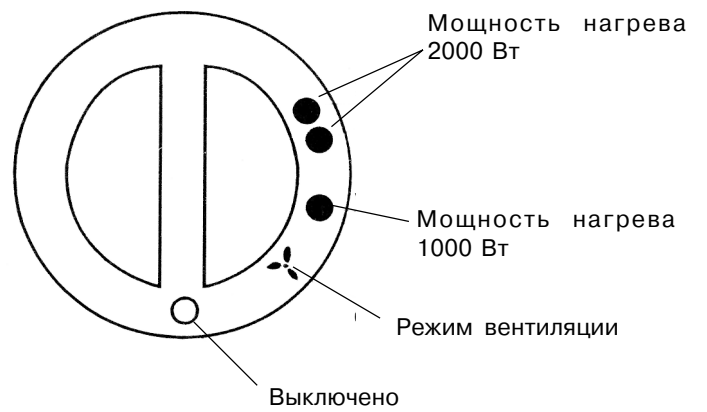
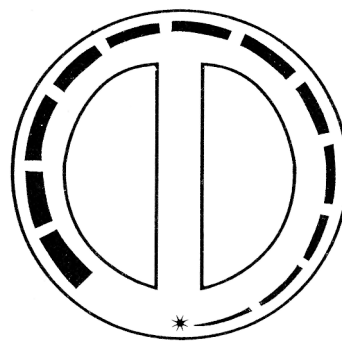

Рис. 4
Рис. 5
- Тепловентилятор САСНОУ оснащён 4-х позиционным переключателем - “Выключено”/ “Вентиляция”/ “Мощность нагрева 1000 Вт”/ “Мощность нагрева 2000 Вт” (рисунок 4) и регулятором термостата (рисунок 5).
- Выбор требуемого режима работы выполняется поворотом переключателя режимов (рис. 4) против часовой стрелки. Выберите желаемую мощность нагрева (●, ●●). Система управления также предусматривает режим вентиляции без нагрева, задание которого выполняется установкой переключателя режимов в положение . На моделях MIDI SB загорается светоиндикатор “pilot”.
- Поверните ручку термостата (Рис. 5) по часовой стрелке до включения тепловентилятора (при этом раздаётся характерный щелчок).